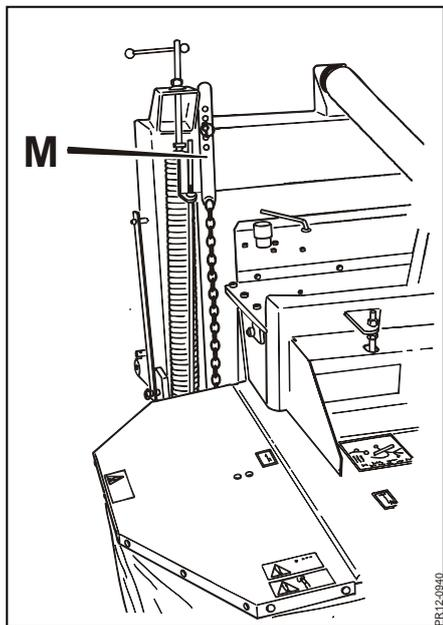

Fig. 3-14
- Fig. 3-14** 5) **Les chaînes de sécurité, M**, sont réglées avec à peu près 1½ maillon de jeu vers le bas.